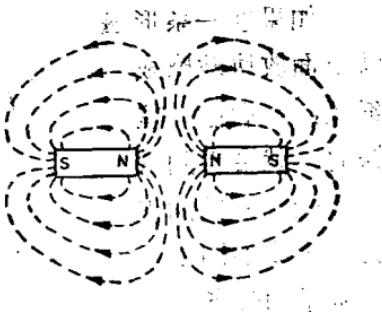

图 1—4
3. 磁力线互不交叉，并具有互相向侧面排斥的倾向，这就是同性磁极相斥的原因，如图 1—4 所示。